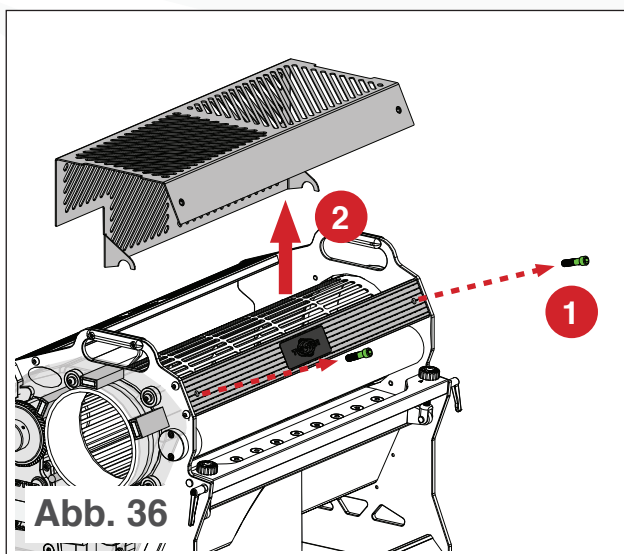

Abb. 36
- i. Verwenden Sie einen Innensechskantschlüssel $\frac{5}{32}$, um die Trommelschrauben zu entfernen (siehe Abb. 36).
- ii. Drücken Sie die Schutzvorrichtung von unten nach oben und ziehen Sie sie dann vom T4 ab (siehe Abb. 36).